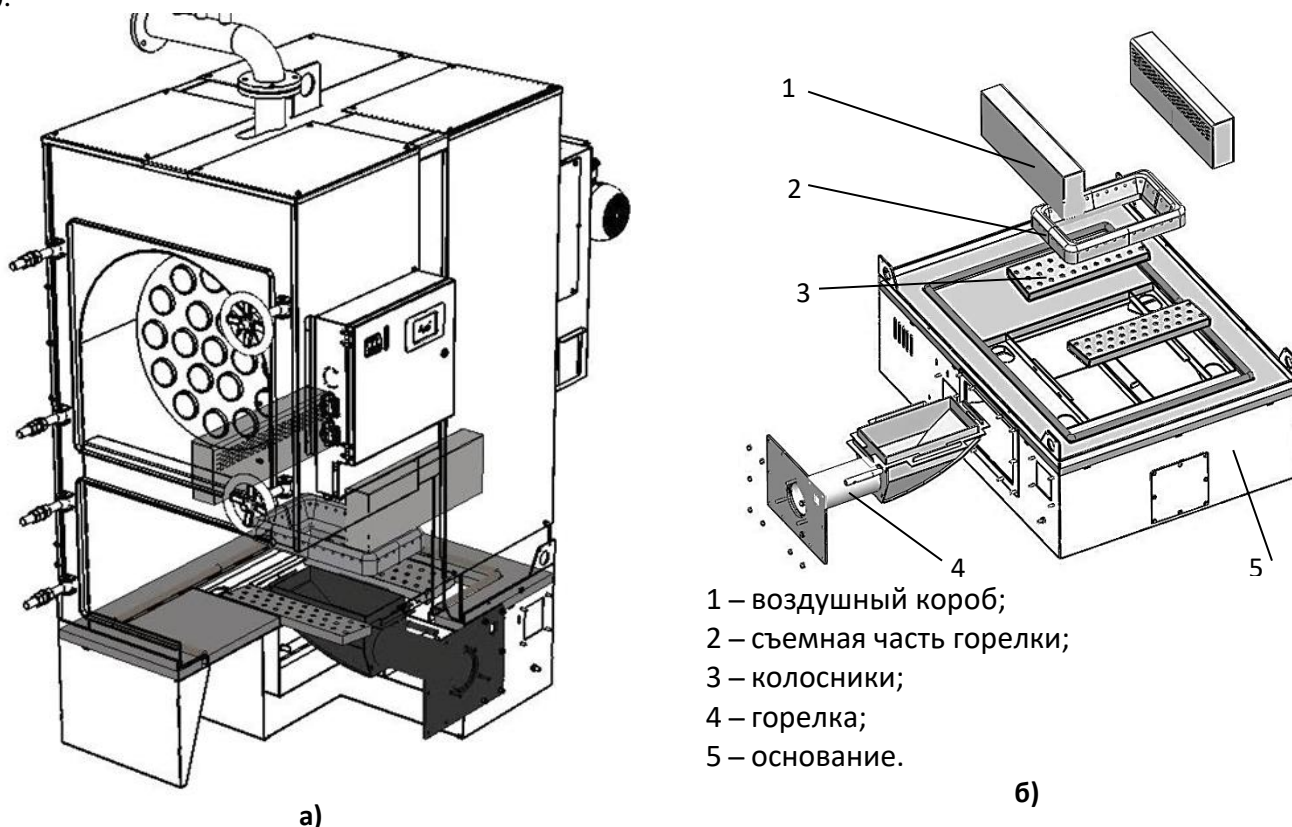
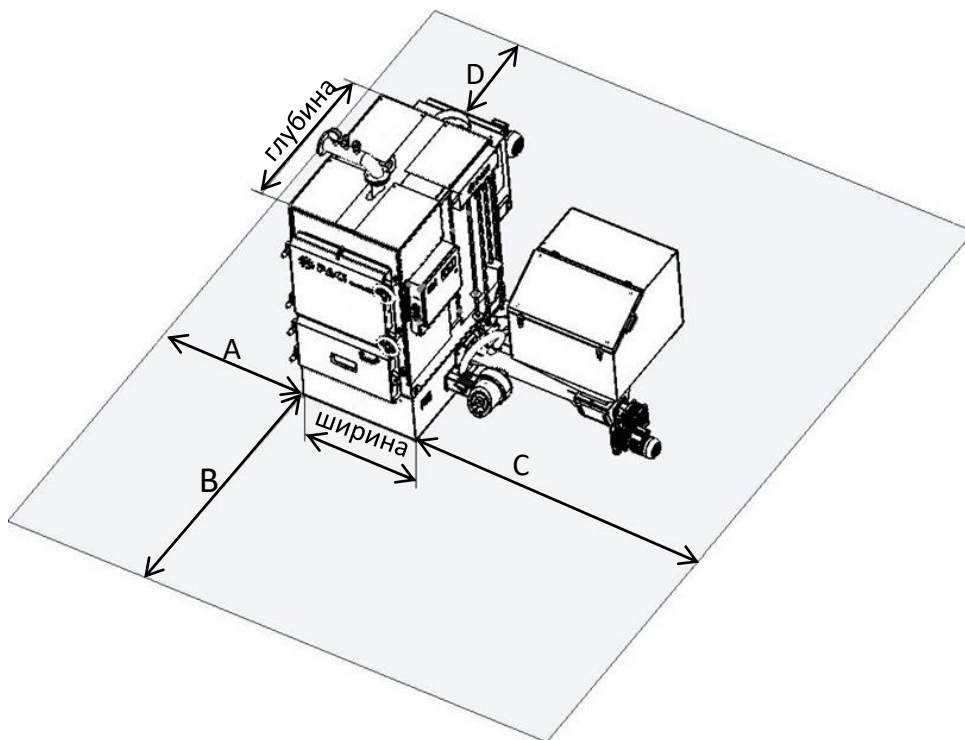

Рис. 12
Рис. 22
Выставляем корпус котла на ровную, очищенную от мусора поверхность, учитывая расстояния от препятствий при монтаже (см. рис. 22). Закрепляем горелку поз. 4 (рис. 12б) к корпусу с внешней стороны, используя гайки М10 (8 шт), шайбы М10 (8 шт). Затягиваем соединение гаечным ключом, не перетягивая резьбу. Колосники укладываем с боков от горелки (см. поз 3 рис 12б). Устанавливаем воздушные короба (поз 1 рис 12б). Съемную горелку поз. 2 устанавливаем на горелку сверху (рис. 12б).
2.6.1.4 При установке котла в котельной необходимо соблюдать требования выдерживания свободных расстояний до ближайших препятствий (рис. 22). В указанных размерах свободных расстояний не должно находиться никаких предметов, ни трубопроводов, ни других элементов котельной. Указанные технологические проходы должны быть свободны для доступа в любое время и ничем не загромождены.
Обозначение на рис. 22	Требуемое значение размера.